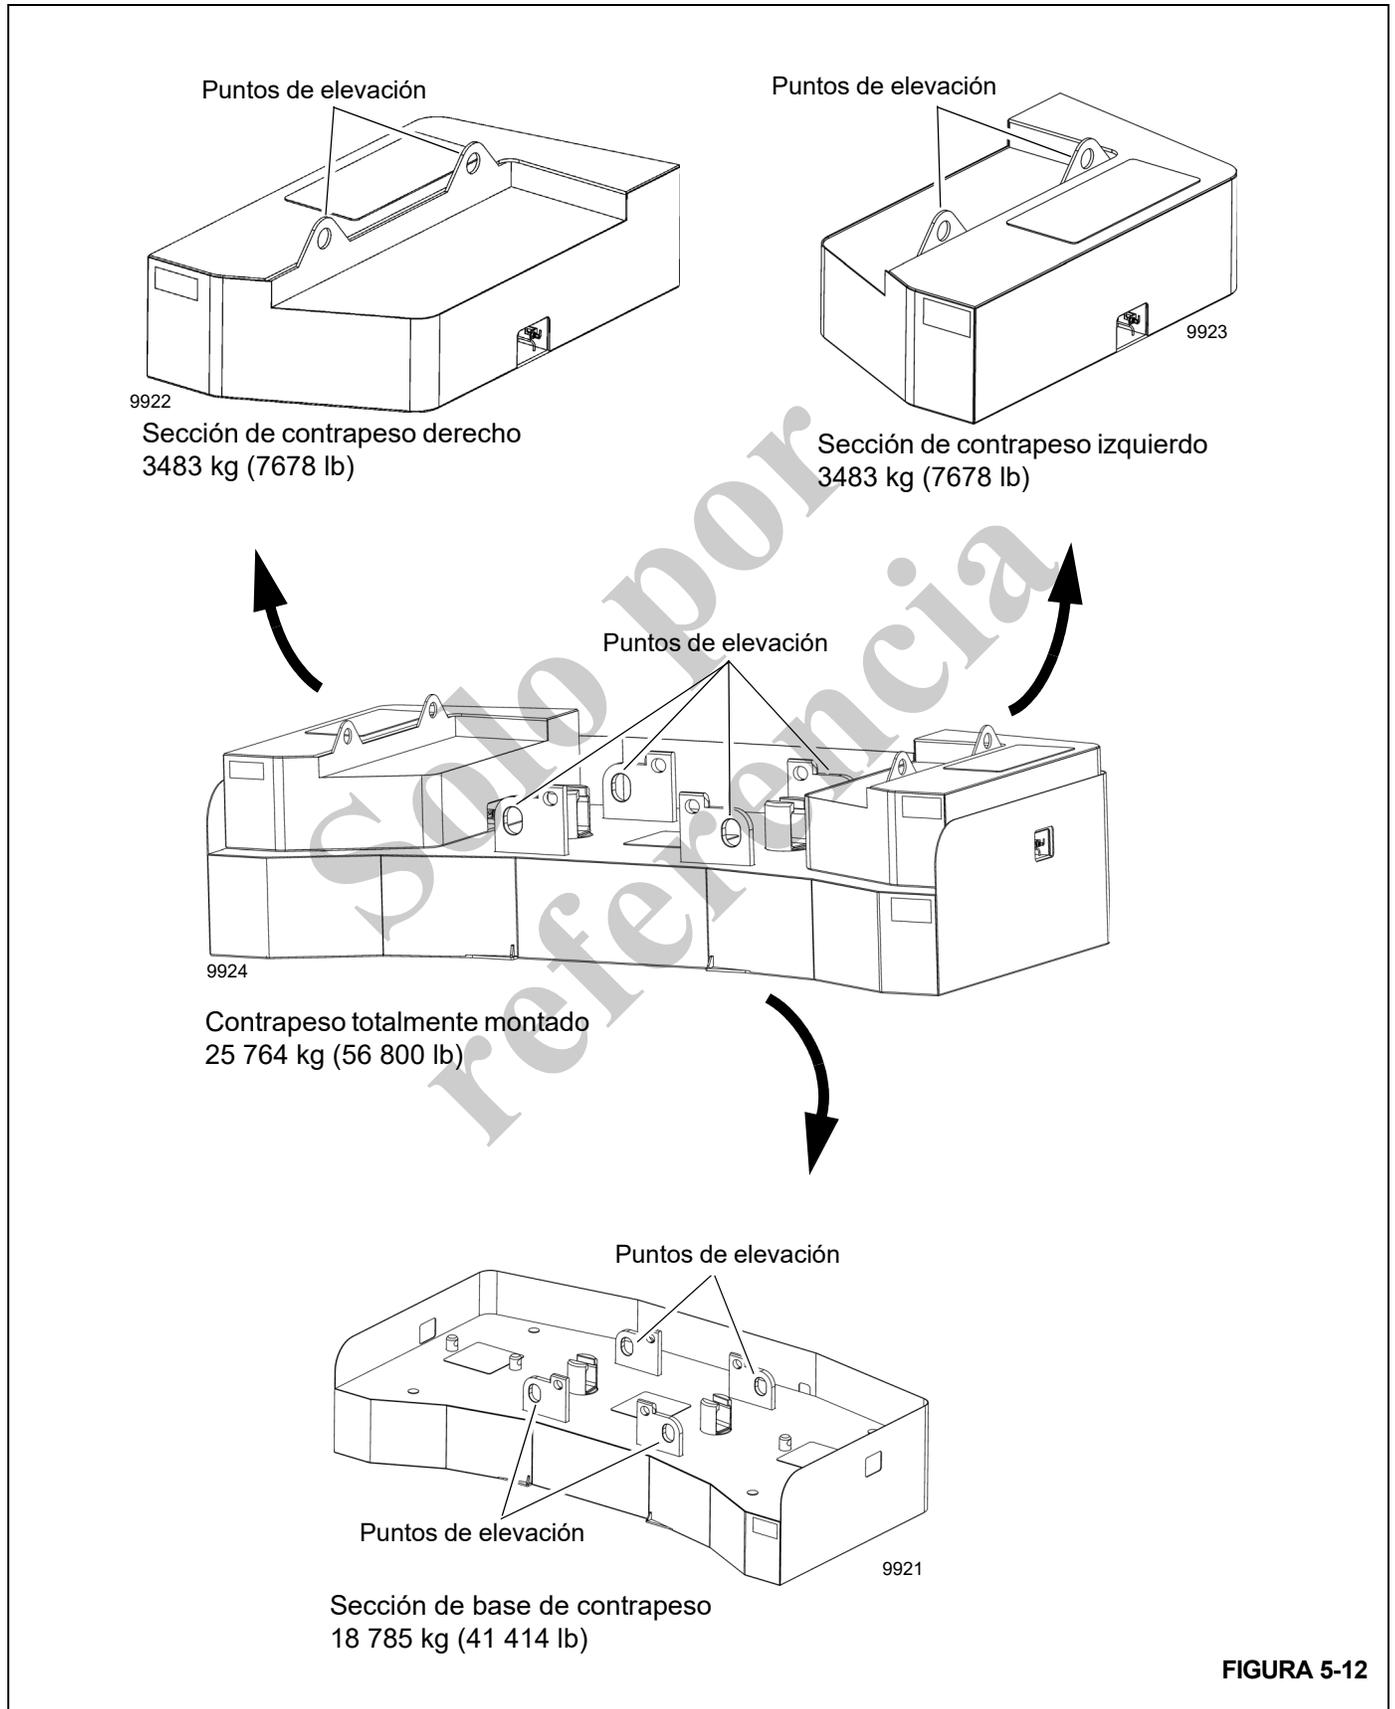
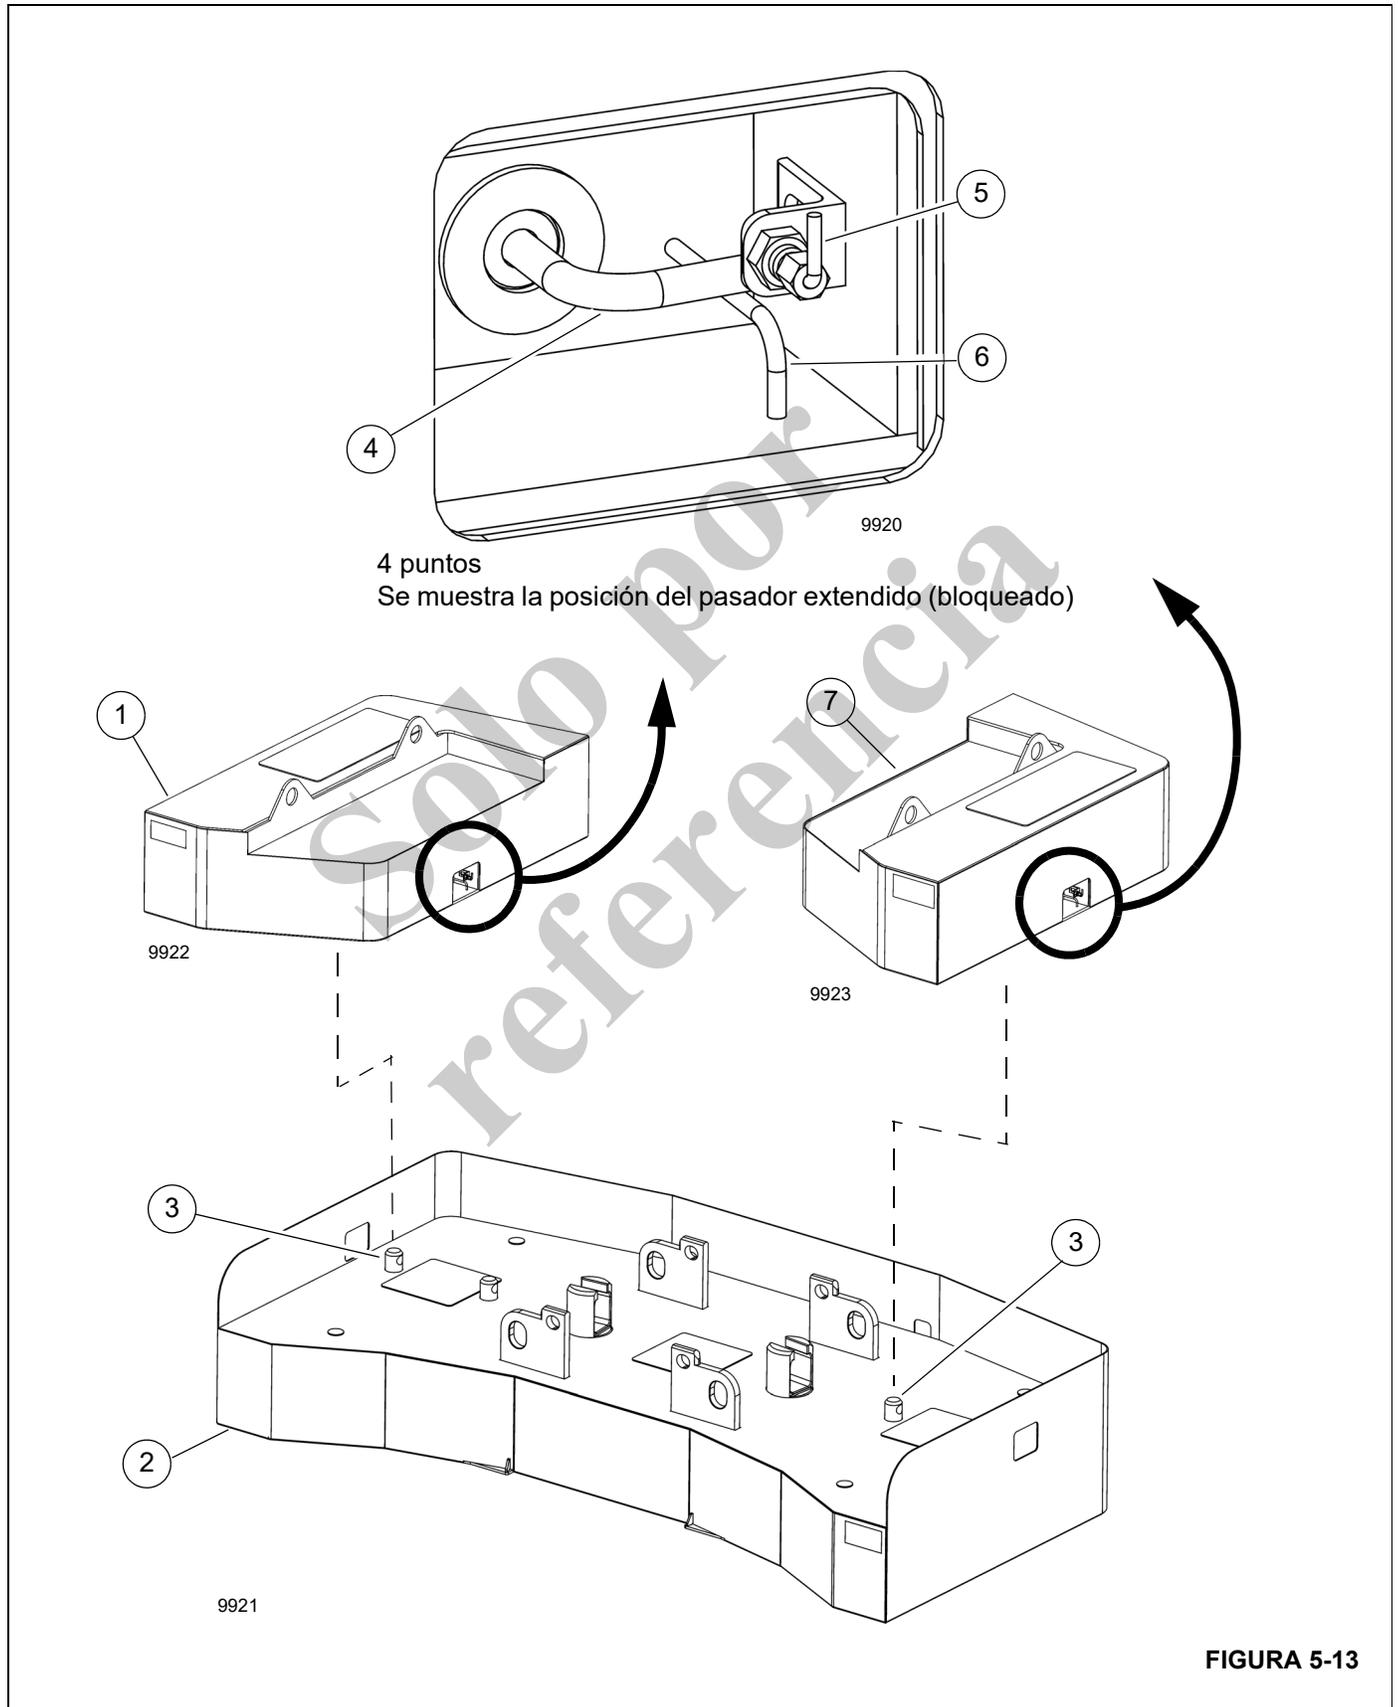

FIGURA 5-12
FIGURA 5-13
La Figura 5-12 muestra el contrapeso montado y las secciones de los componentes. El contrapeso puede retirarse de la grúa y desmontarse para el transporte. El contrapeso debe montarse e instalarse en la superestructura para las operaciones de elevación. No es necesario el contrapeso para instalar y retirar el contrapeso y las cajas del estabilizador de la grúa.
La Figura 5-12 muestra los puntos de elevación para el contrapeso y las secciones. Conecte las eslingas a los puntos identificados al levantar el contrapeso y las secciones.
1. Coloque las eslingas de elevación en los puntos de elevación de la sección de contrapeso derecho (Figura 5-12).
2. Instale la sección de contrapeso derecho (1, Figura 5-13) en la sección de contrapeso de la base (2). Asegúrese de que la sección derecha se asiente en los postes de montaje de la sección de la base (3).
3. Para asegurar la sección de contrapeso derecho (1) en la sección de base (2), extienda los pasadores de bloqueo de la sección de contrapeso (4) en los postes de montaje (3) en dos lugares como se indica a continuación:
- a. Gire y tire del pasador con resorte (5) para desbloquear la palanca del pasador (4).
- b. Gire la palanca del pasador (4) en sentido horario para que se apoye en la varilla (6). De esta manera, se extiende el pasador de bloqueo (4) hacia el poste de montaje (3).
- c. Suelte el pasador con resorte (5) para asegurar la palanca del pasador (4).
4. Coloque los arneses de elevación en los puntos de elevación de la sección de contrapeso izquierdo (Figura 5-12).
5. Instale la sección de contrapeso izquierdo (7) en la sección de la base (2). Asegúrese de que la sección
2. Retraiga la sección de contrapeso izquierdo (7, Figura 5-13) y bloquee los pasadores (4) en dos lugares de la siguiente manera:
- b. Gire la palanca del pasador (4) en sentido contrario para retraer el pasador de los postes de montaje (3).
- c. Suelte el pasador con resorte (5).
3. Coloque un dispositivo de elevación adecuado en los puntos de elevación del contrapeso izquierdo (Figura 5-12) y retire la sección (7, Figura 5-13) de la sección de la base (2).
4. Retraiga los pasadores de bloqueo (4) de la sección de contrapeso derecho (1) en dos lugares como se describe en el paso 2.
5. Conecte un dispositivo de elevación adecuado a los puntos de elevación del contrapeso derecho (Figura 5-12). Retire la sección (1, Figura 5-13) de la sección de base (2).
Antes de elevar el contrapeso de 56 800 lb para subirlo y bajarlo de la grúa, asegúrese de que TODOS los pasadores de bloqueo (4, Figura 5-13) estén completamente instalados en la posición de bloqueo. NO deje los pasadores de bloqueo en la posición de desbloqueo mientras eleva el contrapeso para subirlo y bajarlo de la grúa. De esta manera, se asegura de que las secciones de contrapeso estén bien cerradas.
2. Asegúrese de que los pasadores de bloqueo de la sección de contrapeso (4, Figura 5-13) estén correctamente bloqueados. Para más información, consulte *Montaje del contrapeso para el funcionamiento*, página 5-16.
Antes de elevar el contrapeso de 56 800 lb para subirlo y bajarlo de la grúa, asegúrese de que TODOS los pasadores de bloqueo (4, Figura 5-13) estén completamente instalados en la posición de bloqueo. NO deje los pasadores de bloqueo en la posición de desbloqueo mientras eleva el contrapeso para subirlo y bajarlo de la grúa.
2. Coloque la eslinga de elevación en los puntos de elevación (Figura 5-12).